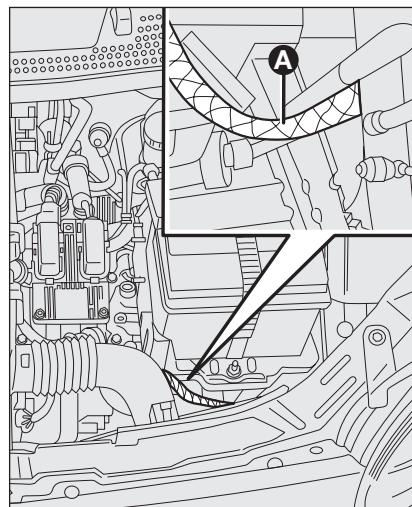

fig. 1a - Duratec versions
- Con un segundo cable, conecte el terminal negativo (-) de la batería auxiliar a un punto a tierra **A** del vehículo para efectuar el arranque (como se muestra en **fig. 1a-1b**);